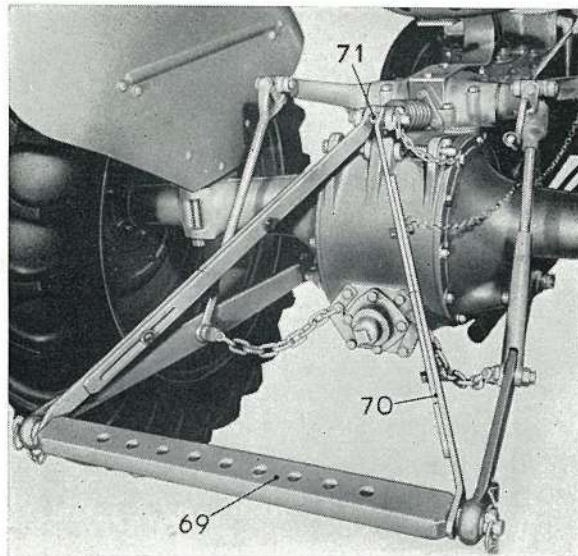

FIG. 24
BARRE D'ATTELAGE (Fig. 24)
La figure 24 représente la barre d'attelage (69) correctement montée sur le tracteur avec les haubans (70) fixés sur la broche d'attelage (71) de la barre supérieure d'attelage. La barre est réglable en hauteur par simple coulissement des haubans. Sa hauteur normale par rapport au sol est de 45 cm. Dans cette position, les bras sont horizontaux et les crans sur les haubans sont en ligne. La hauteur à adopter dépend essentiellement de l'instrument à remorquer. En relevant la barre on améliore l'adhérence du tracteur; en l'abaissant, on améliore la direction.